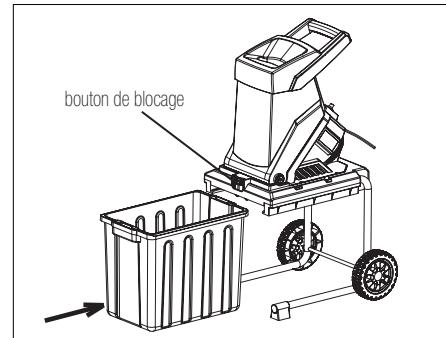

Fig. 3
1. Levez le bouton de blocage, puis fixez la boîte de collecte dans le cadre comme illustré à la fig. 3.